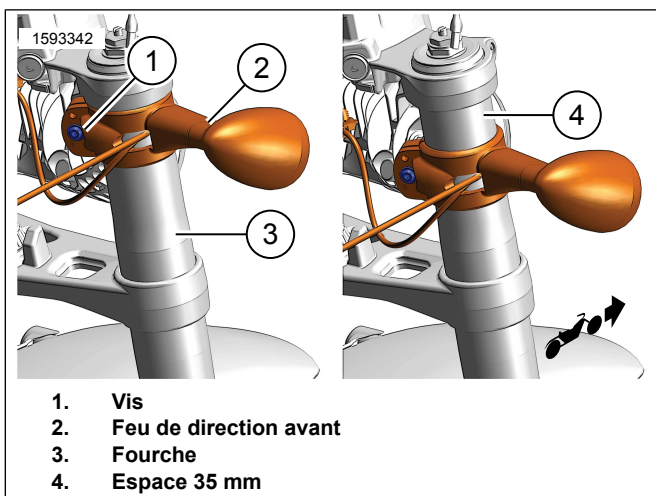

Figure 4. Déplacer les supports de feu de direction
1. Figure 4 Desserrer la vis (1) sur le feu de virage avant (2).
2. Déplacer le signal de virage avant (2) d'environ 35 mm (4) vers le bas du tube de fourche (3).
3. Serrer la vis (1).